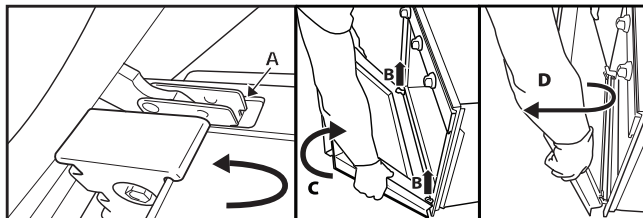

Fig. 2
3. Chiudere lo sportello fino al punto di arresto (A), sollevarlo (B) e ruotarlo (C) fino allo sganciamento (D) (Fig. 2).